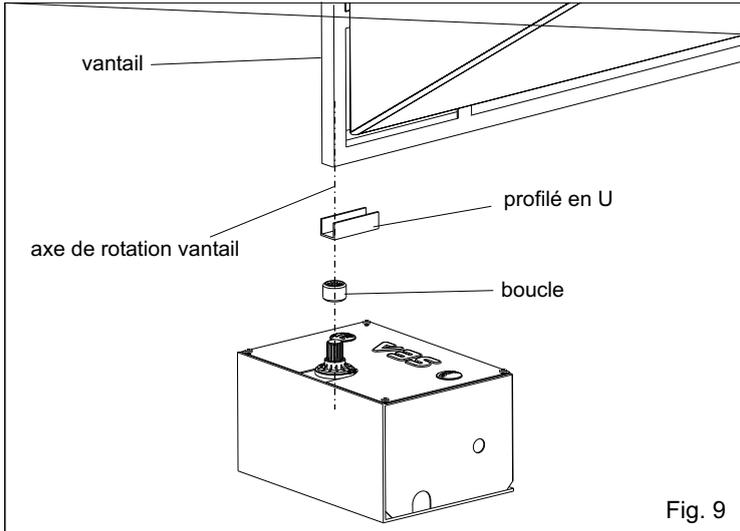

Fig. 9
3.2. Positionner la boucle sur le profilé en U par rapport à l'axe de rotation de la charnière du vantail (Fig. 9);